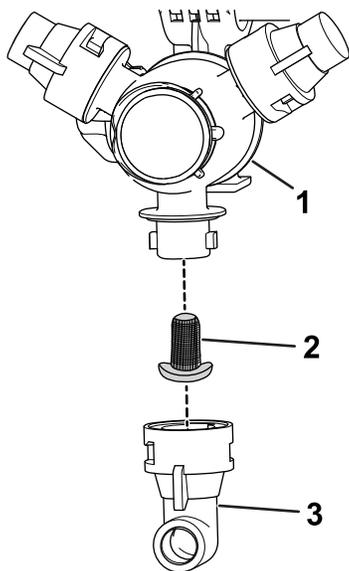

図 31
2. タレットからノズルを外す 図 31。
3. ノズルフィルタを取り外す 図 31。
5. ノズルフィルタを取り付ける 図 31。
6. タレットにノズルを取り付ける 図 31。